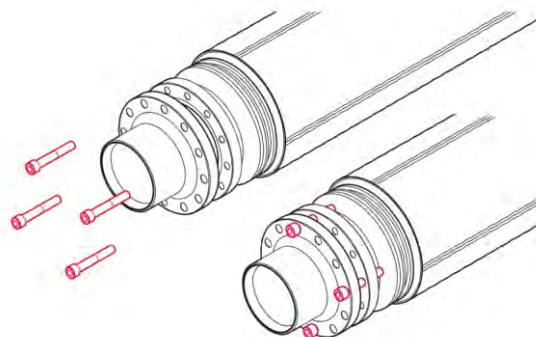

Рис. 3.8.5
5. Используя установочные болты (длинные), стянуть корпус фитинга и фланец на расстояние 10-15 мм (рис. 3.8.5).